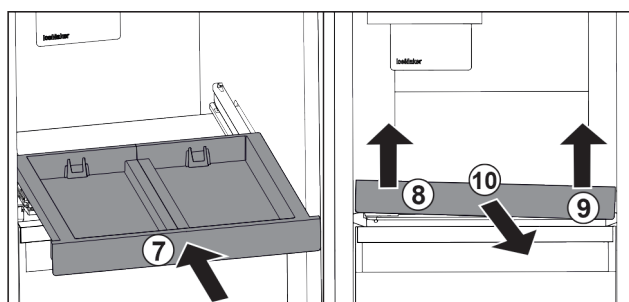

Fig. 125
- Auszugsbord einschieben. Fig. 125 (7)
- Auszugsbord vorne links anheben. Fig. 125 (8)
- Auszugsbord vorne rechts anheben. Fig. 125 (9)
- Auszugsbord nach vorne entnehmen. Fig. 125 (10)